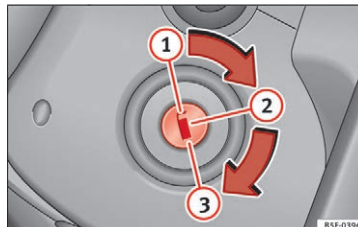

Fig. 148 Tændingsnøglens positioner
I denne position »» Fig. 148 er tændingen afbrudt, motoren er standset, og rattet kan låses.
- Drej tændingsnøglen til positionen » Fig. 148 ②. Mens motoren forgløder, lyser kontrollampen .
- Så snart kontrollampen slukker, skal du dreje tændingsnøglen til position ③ for at starte motoren. Træd i den forbindelse ikke på speederen.
- Drej tændingsnøglen til positionen » Fig. 148 ①.